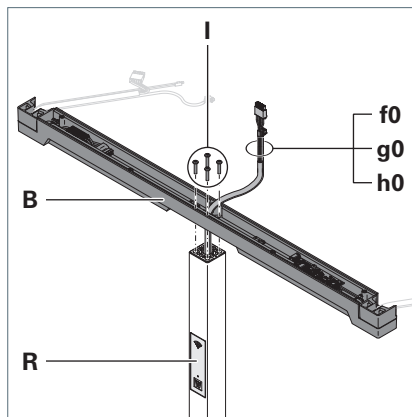

Fig. 7: Monter le support transversal sur le bras vertical.
1. Faites passer les câbles **f0**, **g0**, **h0** par le bas dans le support transversal **B** et placez le support transversal sur le bras vertical, voir Fig. 7.